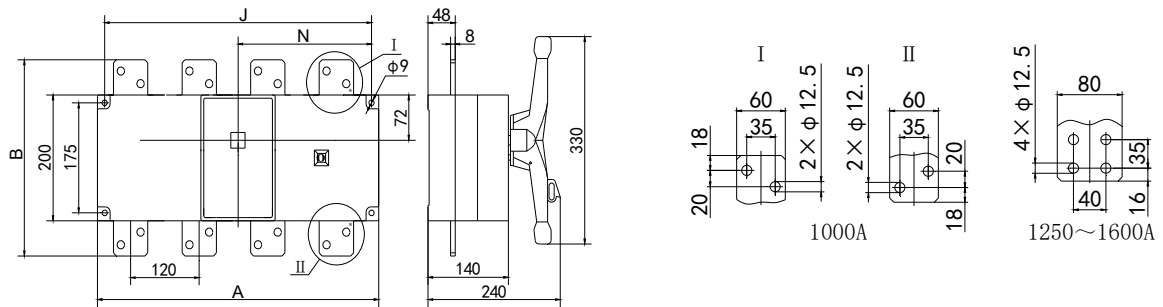

图12 DMV1000~1600CD/3.4
4. DMV1000~1600CD/3.4外型与安装尺寸见图12~14及表4。